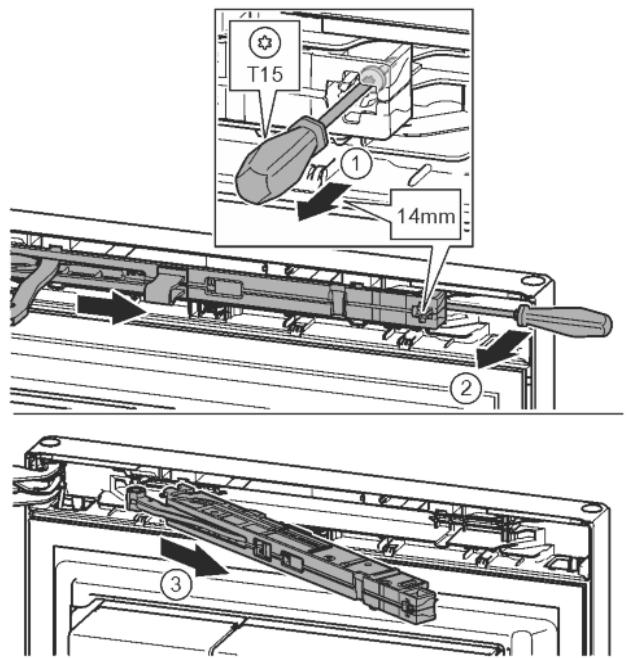

Fig. 12
- ▶ Odvijačem T15 otpustite vijak na jedinici prigušivača zatvaranja oko 14 mm. Fig. 12 (1)
- ▶ Umetnite odvijač na strani prianjanja iza jedinice prigušivača zatvaranja i okrenite prema naprijed. Fig. 12 (2)
- ▶ Izvucite jedinicu prigušivača zatvaranja. Fig. 12 (3)